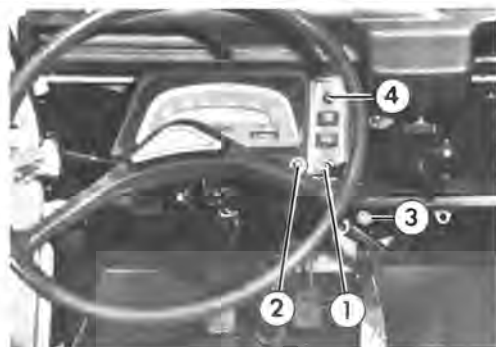

Abb. 10 – Fahren
Anlasser (Abb. 10 (2)).
Zündschloß (Abb. 10 (1)).
Starter (Abb. 10 (3)).